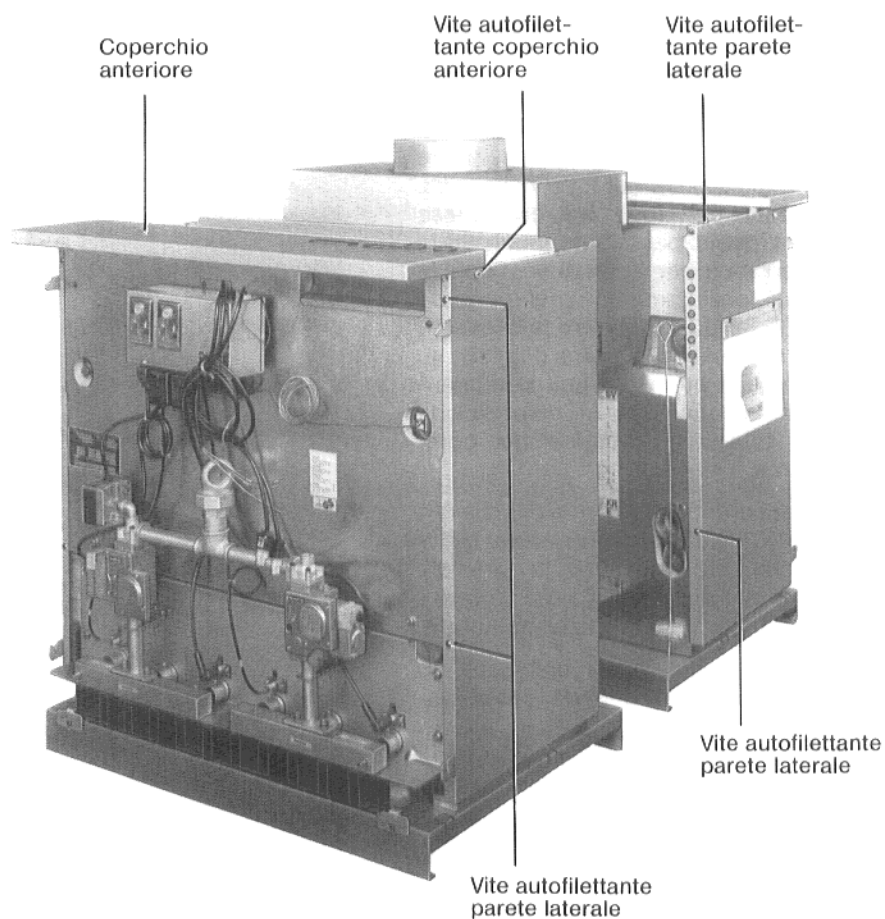

Fig. 13: G_324 LDN / LDZ Lownox
1. Fissare una parete laterale, anteriormente alla parete intermedia, in alto ed in basso, con una vite autofilettante (Fig. 13).
2. Fissare la parete laterale alla traversa sulla parte superiore della caldaia con una vite autofilettante (Fig. 13).
3. Fissare la parete laterale posteriormente, per mezzo di una vite autofilettante avvitata nella madrevite a molla (Fig. 13).
6. Porre il coperchio anteriore (Fig. 13) della caldaia sulle pareti laterali, quindi immettere entrambi i ganci destro e sinistro nelle aperture della piegatura delle pareti laterali.
7. Fissare entrambe le alette del coperchio anteriore alle pareti laterali per mezzo di due viti autofilettanti (vedi Fig. 13).